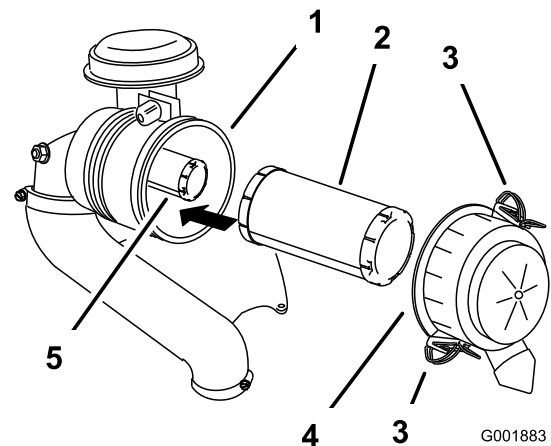

Bild 29
- Lösen Sie die Riegel am Luftfilter und ziehen Sie die Abdeckung von der Luftfilterabdeckung ab (Bild 29).
- Schieben Sie den Hauptfilter vorsichtig aus dem Luftfiltergehäuse heraus (Bild 29).
2. Wenn Sie den Sicherheitsfilter auswechseln, schieben Sie ihn vorsichtig in das Filtergehäuse (Bild 29).
3. Schieben Sie den Hauptluftfilter vorsichtig auf den Sicherheitsluftfilter (Bild 29).
4. Bringen Sie die Luftfilterabdeckung so an, dass die Seite mit **Up** nach oben zeigt, und rasten Sie die Riegel ein (Bild 29).